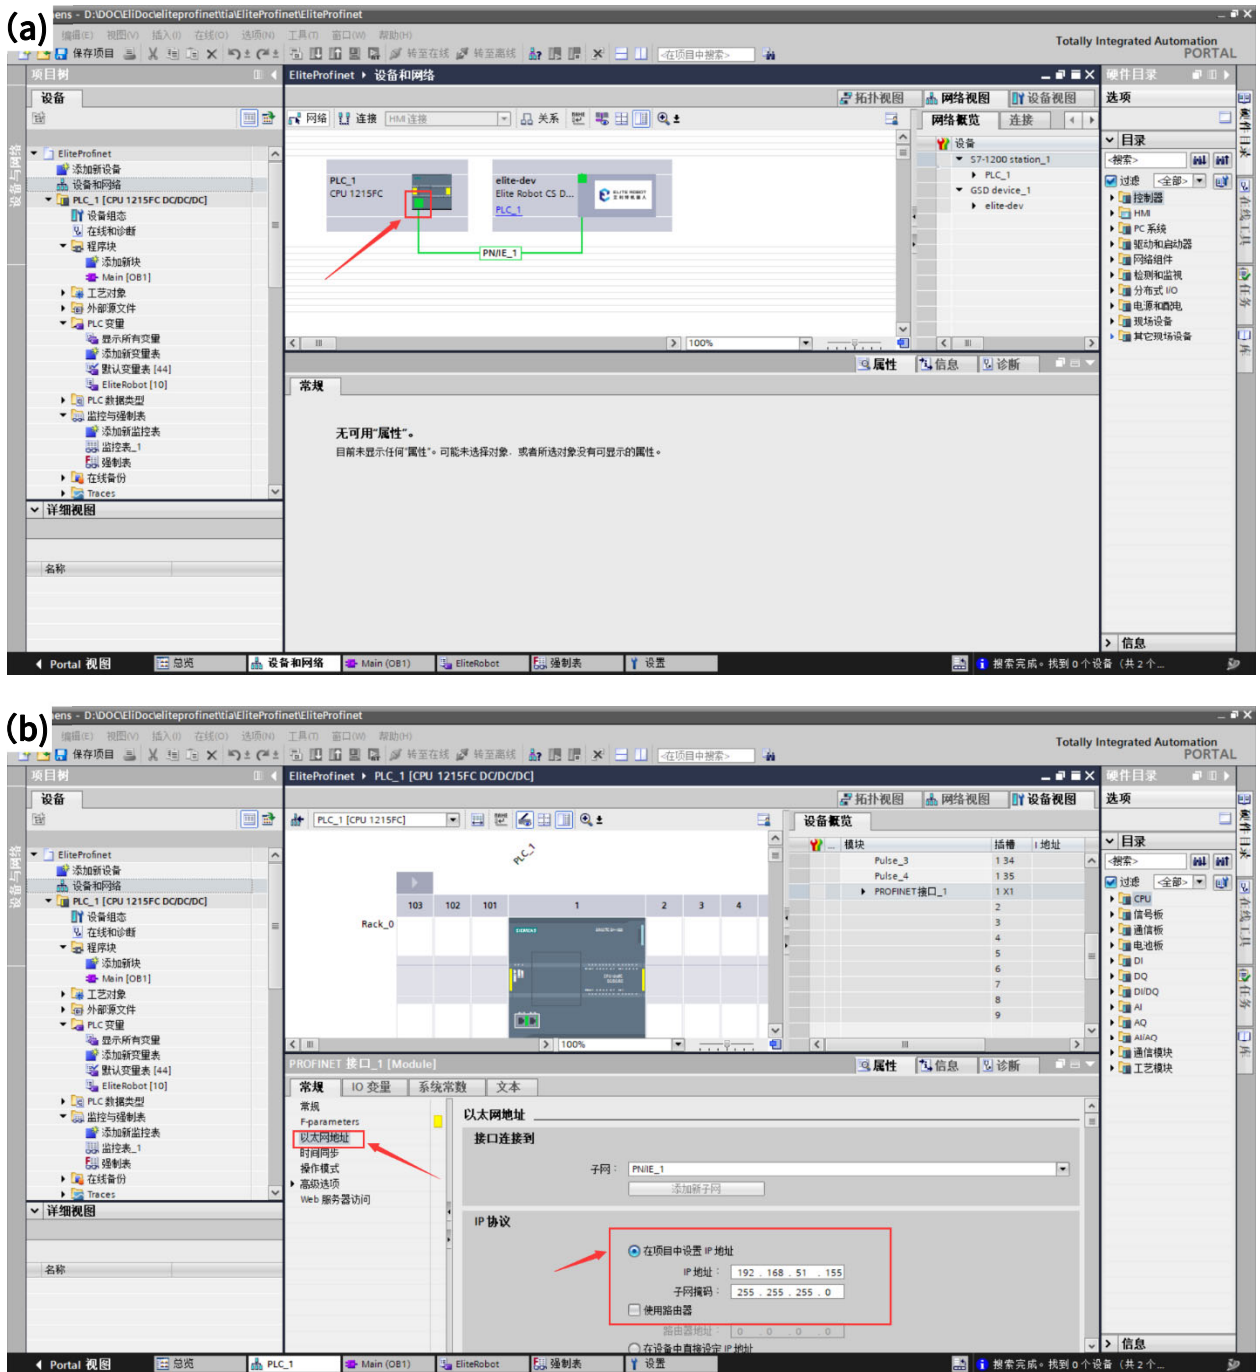

图 15-4 配置 PLC 网络
3) 双击 PLC 网卡配置以配置 PLC 网络，注意需要将 PLC 网络 IP 配置为和机器人 FB2 网络同一网段下，如图 15-4 (a) 和 (b) 所示。